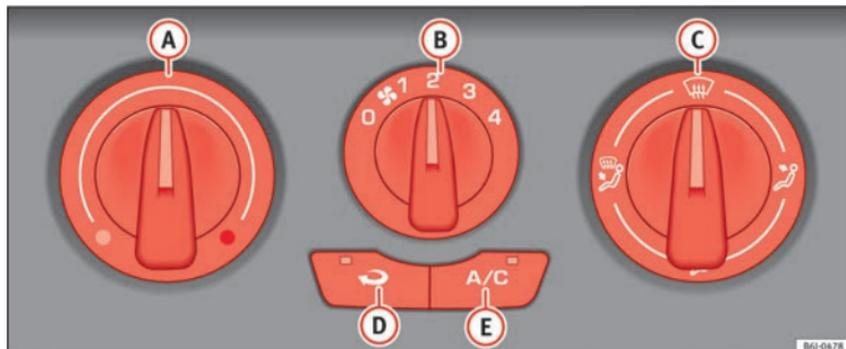

Fig. 129 Sur le tableau de bord : éléments de commande du climatiseur
- Désactivez le système de refroidissement avec la touche **» fig. 129**  (le témoin de la touche s'éteint).
Le mode recyclage de l'air ambiant **» fig. 129**  (le témoin intégré à la touche est allumé) empêche les fortes odeurs ambiantes ou l'air pollué (qui peuvent par exemple se dégager lors de la traversée d'un tunnel ou dans un bouchon) de pénétrer dans l'habitacle.